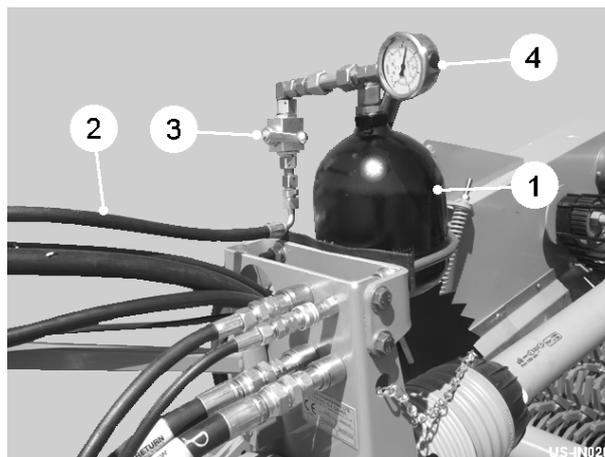

Fig 2
Le drawbar hydrauliquement mouillé est allé protéger la machine lorsque opérer dans le sol conditionne où a enterré des obstructions peut être rencontré. Le système consiste en un cylindre hydraulique monté dans le drawbar pressurisé par un accumulateur (item 1, fig 2). Le dessin permet au drawbar d'étendre par 200mm. Après 25mm de mouvement une sonde de la proximité déclenche le système du contrôle qui simultanément soulève l'excavateur sur courant plein et arrête la boîte du galet étoiles, vari-courant et tissus du porteur en colère. Après activation les éléments de la machine doivent être recommencé utiliser la boîte du contrôle. Les drawbar doivent toujours être pressurisés avant de commencer travail.
Pour mettre la pression de l'accumulateur, reliez le tuyau (item 2, fig 2) à la valve de la bobine du tracteur et ouvrez la valve de l'accumulateur (item 3, fig 2). Ouvrez la valve de la bobine du tracteur en regardant la jauge de pression (item 4, fig 2) attentivement. Lorsque la pression en atteint 65 bar' immédiatement proche la valve de la bobine et alors ferme la valve de l'accumulateur. Si nécessaire, réduisez la pression qui utilise la valve de l'accumulateur légèrement. Le drawbar est maintenant pressurisé et prépare pour opération. Si dans le travail, dû à sol différent conditionne, le cadre initial de 65 bar est trouvé pour être trop bas et le drawbar étend dans le travail normal, augmentez le cadre de la pression par augmentations de 10 'barre' jusqu'à ce que le drawbar soit statique. N'EN DÉPASSEZ PAS 120 BAR. Si le drawbar ne fonctionne pas encore correctement lorsque la pression maximale est atteinte, consultez votre revendeur Standen pour conseil supplémentaire.